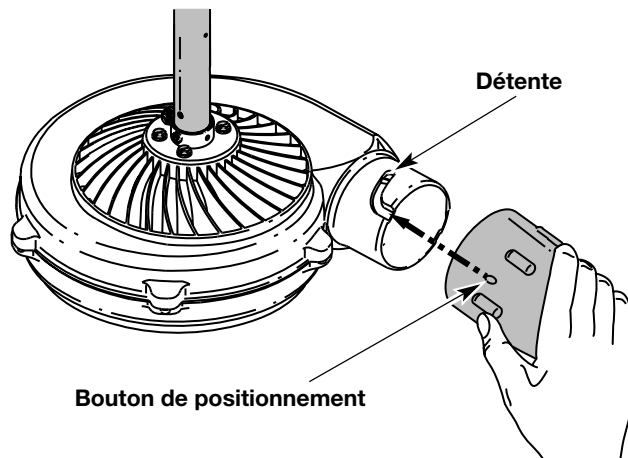

Fig. 6
1. Alignez le bouton de positionnement à l'intérieur de l'embout avec la détente sur le boîtier (Fig. 6).